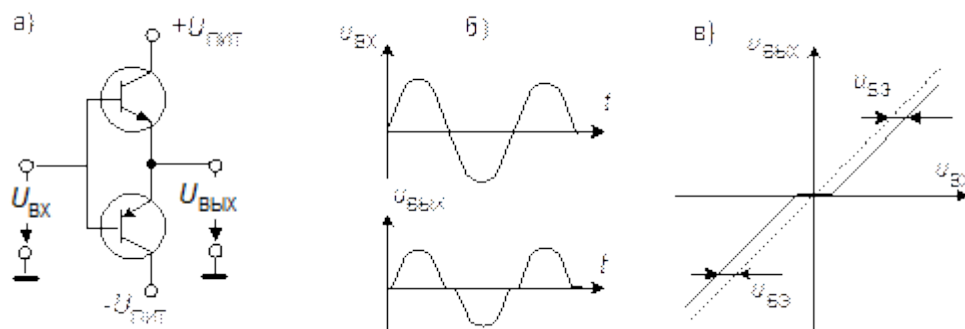
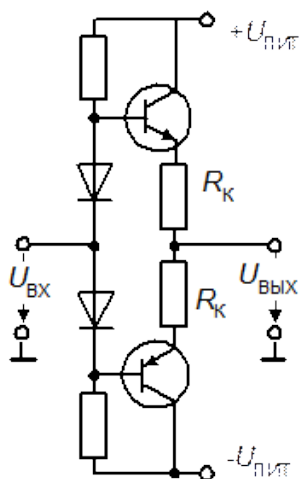

Рис. 3.4.1
Рис. 3.4.2
Для передачи значительного тока и мощности в нагрузку выходные каскады усилителей, как правило, работают в классе В, т. е. каждая полуволна синусоиды формируется своим транзистором. Простой и часто используемый эмиттерный повторитель на комплементарных транзисторах показан на рис. 3.4.1а. Такому повторителю свойственны специфические нелинейные искажения, обусловленные нелинейностью начального участка входных характеристик транзистора (рис. 3.4.1б). В результате передаточная характеристика каскада имеет излом в области малого входного сигнала (рис.3.3.1.в). При индуктивной и ёмкостной нагрузке искажения смещаются в область максимального выходного напряжения.
Исключить или уменьшить эти искажения можно, выбрав точку покоя транзисторов в области активного усиления вблизи зоны отсечки. Тогда при нулевом входном сигнале оба транзистора будут слегка приоткрыты, потребляя некоторый незначительный ток от источника. Один из возможных способов реализации этого решения показан на рис. 3.4.2. В этой схеме между базами включены два диода, падение напряжение на которых компенсирует потенциальные барьеры эмиттер – база двух транзисторов.
- Соберите цепь двухтактного усилителя (принципиальная схема - рис. 3.4.2, монтажная - рис. 3.4.3). Конденсатор 0,47 мкФ, показанный на схеме пунктиром не обязателен. Он подключается к источнику +15 В или -15 В в случае появления возбуждений.
3. В каком классе усиления работают транзисторы в схеме на рис. 3.4.2? а на рис. 3.4.1?